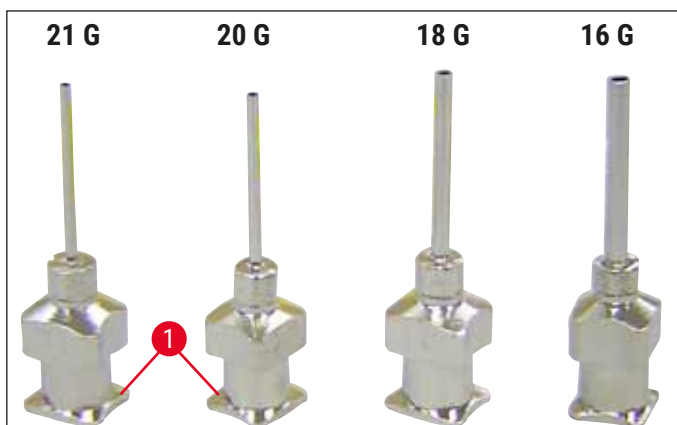

Bild 14
- Välj den doseringsnål som ska användas för täckglasappliceringen bland de medföljande nålarna (→ Bild 14).